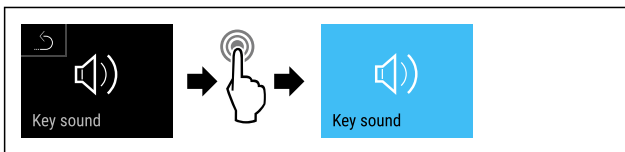

Fig. 94
- ▶ Obavite korake postupka (pogledajte Fig. 94) .